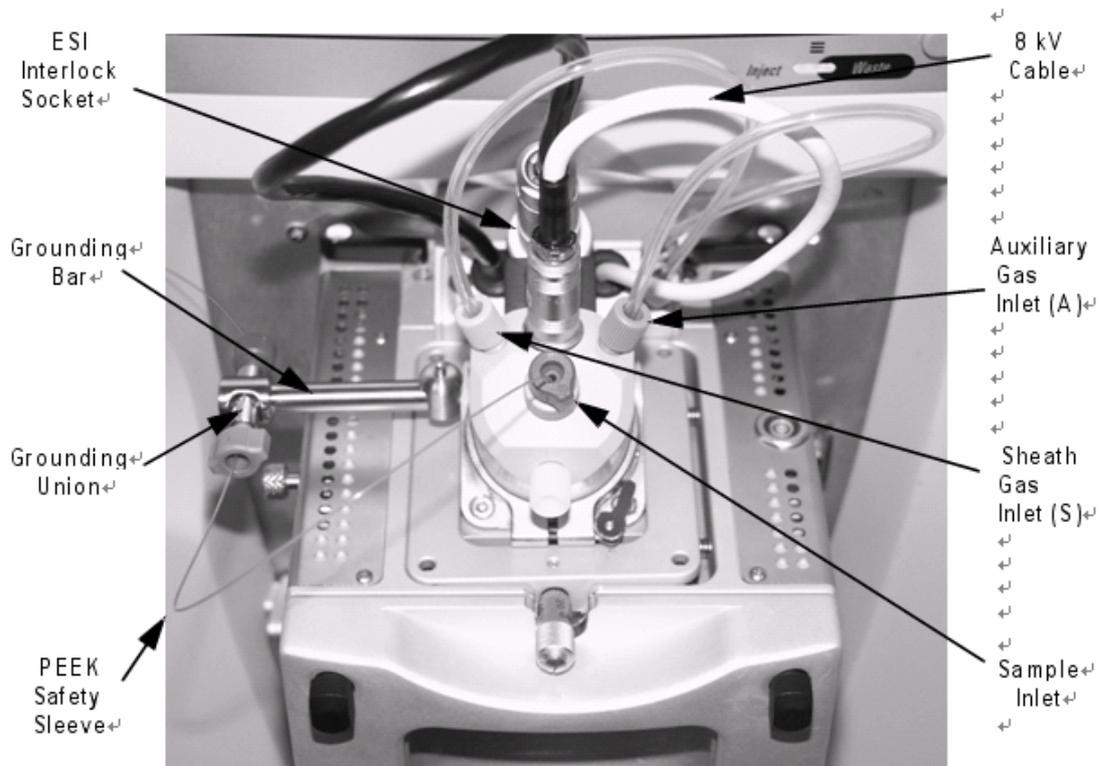

图2-11 装有ESI 探针的Ion Max离子源室
8. 把不锈钢ZDV装置（接地三通）插入离子源室的地门上。看图2-11.
10. 把辅助气插头（绿色）插到探针上的辅助气入口（A）。看图2-11